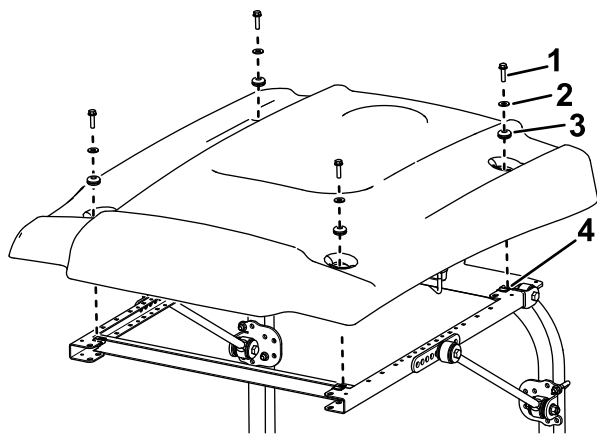

Figura 45
9. Alinee los taladros de montaje y posicione el toldo sobre el bastidor, según se muestra en Figura 45.
10. Sujete provisionalmente cada esquina del toldo al bastidor con un perno con arandela prensada (5/16" x 1"), una arandela pequeña y un anillo de goma (Figura 45).